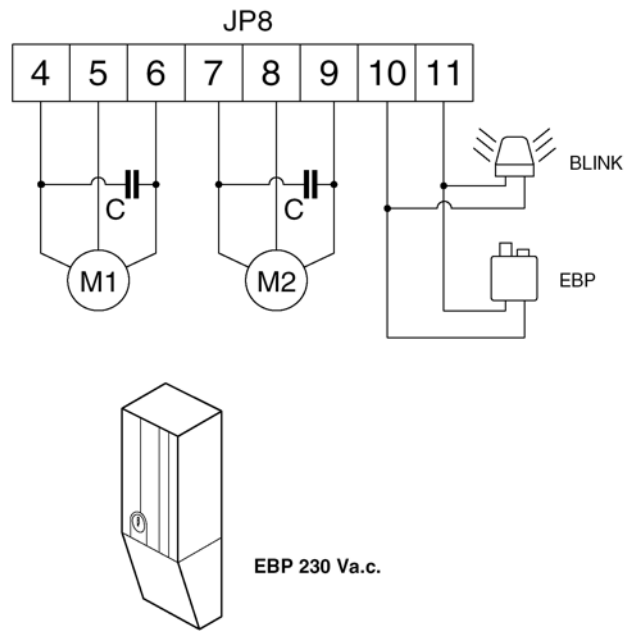

Fig. 16
**- CZY PRZY BRAMIE CAŁKOWICIE ZAMKNIĘTEJ, ODLEGŁOŚĆ POMIĘDZY NAKRĘTKĄ ŚRUBY POCIĄGOWEJ A OBUDOWĄ SIŁOWNIKA WYNOŚI CO NAJMNIEJ 12 MM (RYSUNEK 16)**